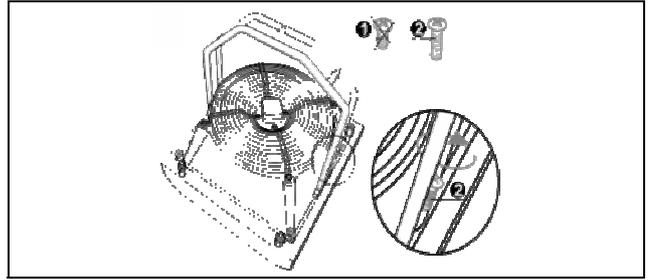

Figura 10
- Con le **viti di fissaggio fornite a corredo**, fissare la staffa alla ventilante utilizzando i fori lasciati liberi dalle viti precedentemente rimosse (Figura 10).